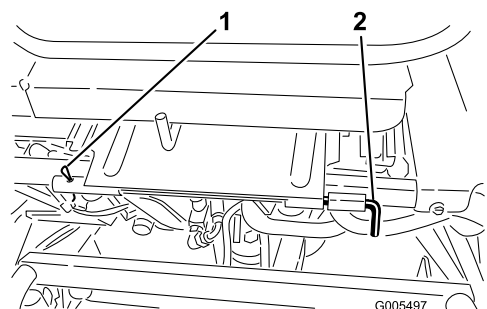

Bild 25
- Klappen Sie den Sitz herunter und entfernen den Rollstift, mit dem die Sitzgelenkstange am Rahmen befestigt ist (Bild 25).